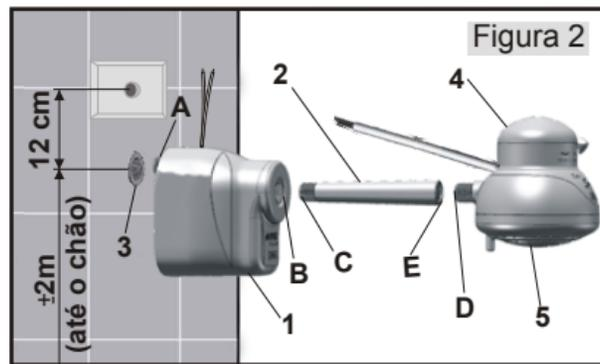

Figura 2
- O Pressurizador deve ser instalado a ± 2 m do piso (Figura 2).
- A caixa de luz deve ser instalada 12 cm acima do ponto de uso (Figura 2).
Instalação (Figura 2)